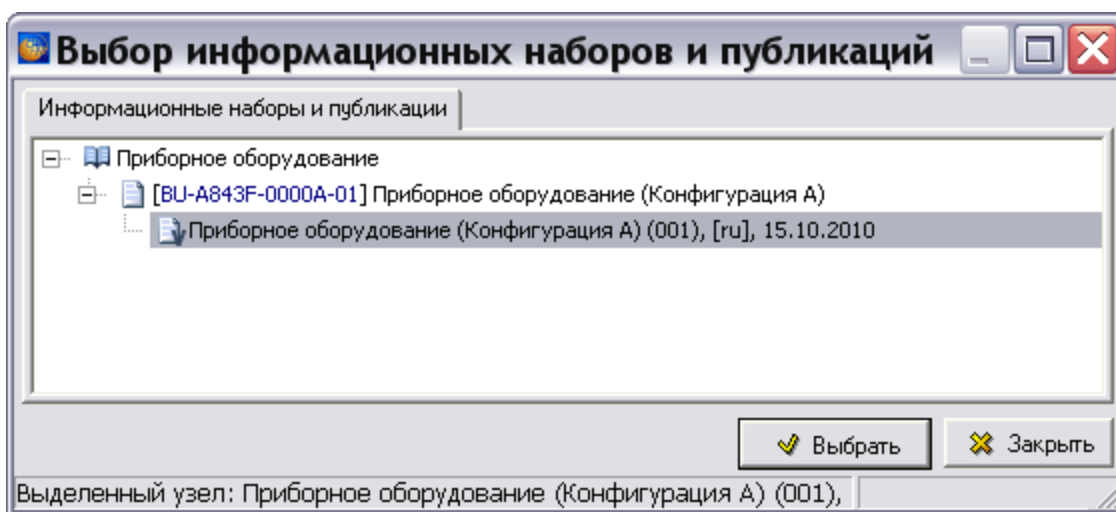

Рис. 21.66
4. Если предыдущей операцией была печать или экспорт раздела проекта, то после нажатия на кнопку **Пакетная печать**  откроется окно **Пакетная печать**, в котором будет включена радиокнопка **Выбранную секцию** в секции **Обрабатывать**. В этом случае включите радиокнопку **Публикацию**. После этого откроется окно **Выбор информационных наборов и публикаций** (Рис. 21.66).
5. Нажмите на кнопку **Выбрать публикацию** . При этом откроется окно **Выбор информационных наборов и публикаций** (Рис. 21.66).